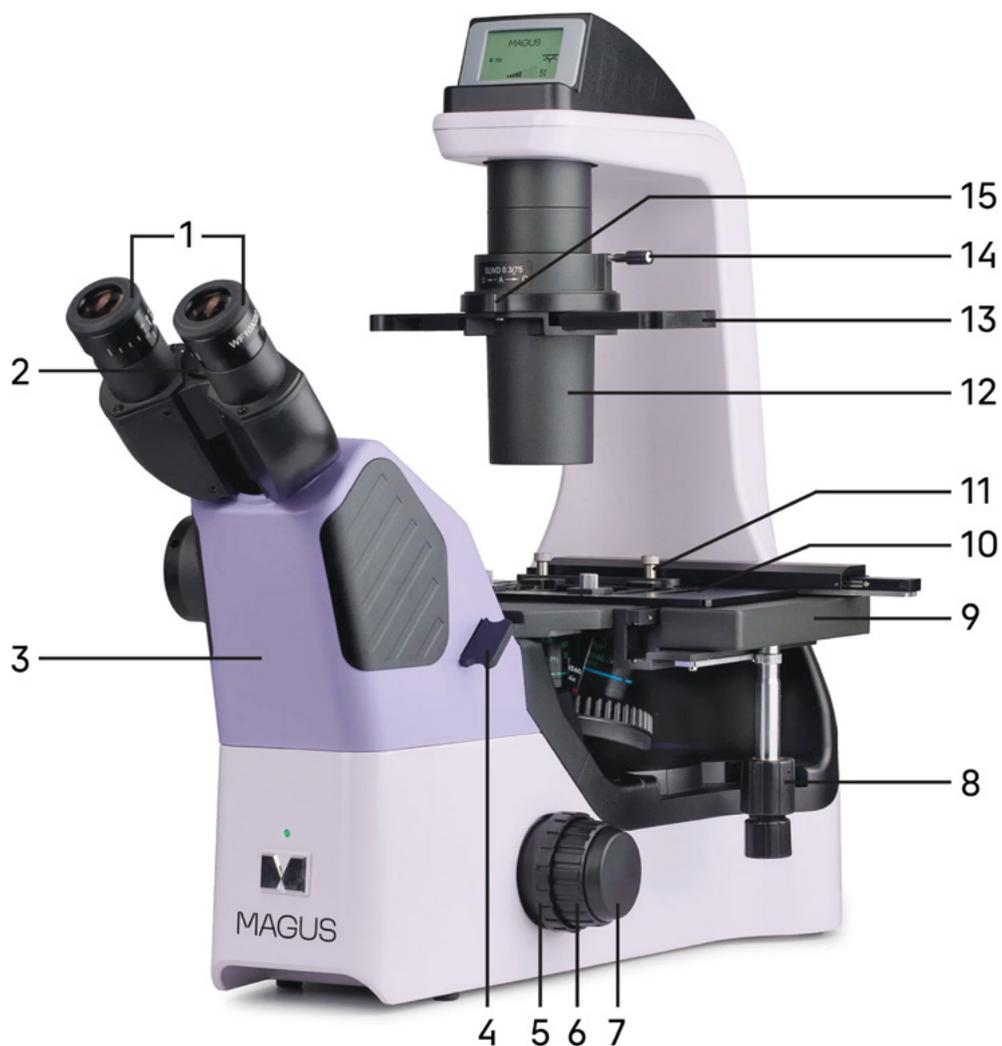
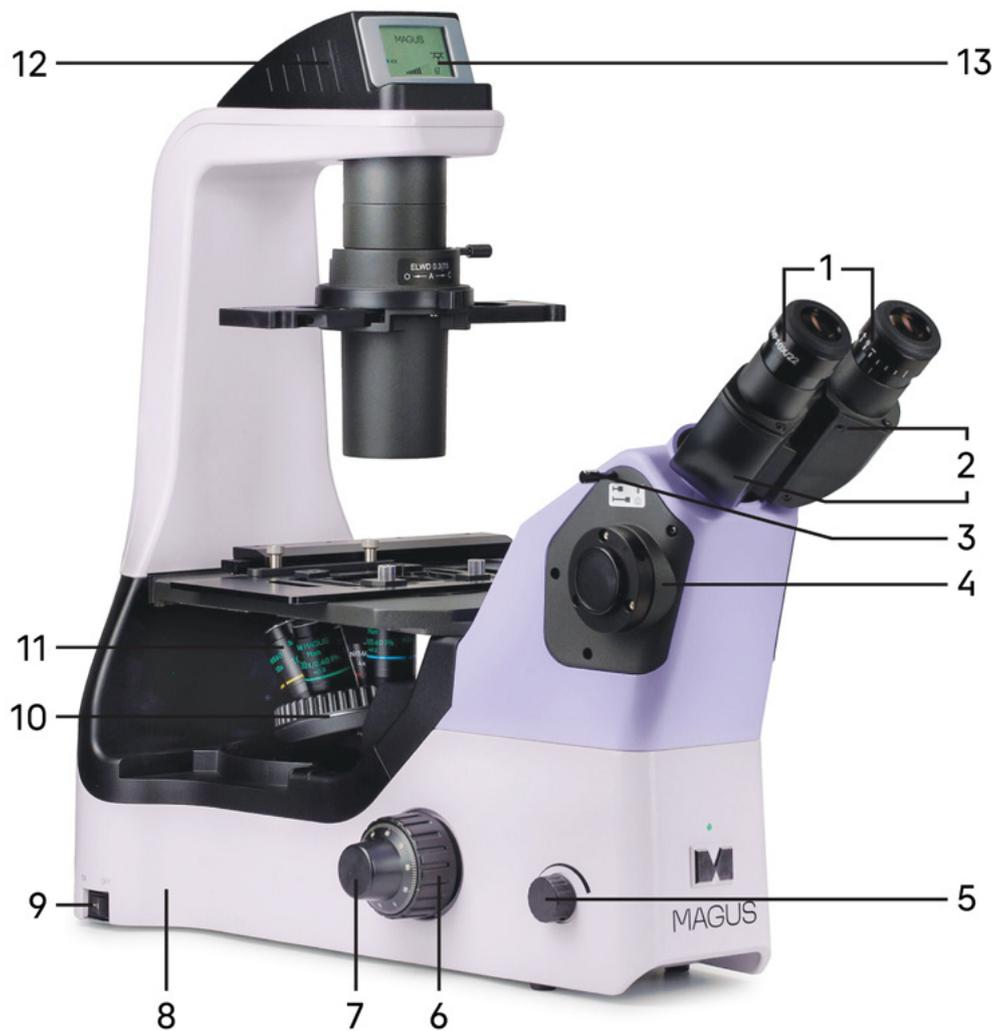

Рис. 1. Микроскоп MAGUS Bio V360. Вид справа
Рис. 2. Микроскоп MAGUS Bio V360. Вид слева
Общий вид микроскопа представлен на рис. 1 и 2.
Штатив имеет устойчивую эргономичную конструкцию. На штативе 8 (рис. 2) микроскопа закреплены:
- револьвер 10 (рис. 2) с объективами 11 (рис. 2);
- предметный столик 9 (рис. 1);
- конденсор 12 (рис. 1);
- осветитель 12 (рис. 2);
- визуальная насадка 3 (рис. 1);
- ЖК-экран 13 (рис. 1) (встроен в осветитель).
На левой боковой поверхности штатива расположены ручка управления системой освещения 5 (рис. 2) и выключатель электропитания сетевого напряжения 9 (рис. 2). В положении «←» включается, а в положении «0» выключается сетевое напряжение.
Фокусировка на объект осуществляется перемещением по высоте револьверного устройства 10 (рис. 2) с объективами 11 (рис. 2). Грубая фокусировка производится вращением коаксиальных рукояток 6 (рис. 1, 2), расположенных по обеим сторонам штатива.
Тонкая фокусировка производится вращением рукояток 7 (рис. 1, 2), расположенных по обеим сторонам штатива. Одна из ручек плоская, вторая объемная. Магнитное крепление рукояток позволяет поменять их местами для удобства пользователей – под правую и левую руки. Тонкая фокусировка требуется для более точного фокусирования на объект и для подфокусировки микроскопа на резкость изображения при смене объективов и препаратов.
Механизм регулировки жесткости хода грубой фокусировки 5 (рис. 1) – кольцо между штативом и рукояткой грубой фокусировки с правой стороны. С помощью кольца регулируется жесткость хода грубой фокусировки так, чтобы жесткость была комфортной для пользователя, но при этом револьвер с объективами не опускался самопроизвольно во время работы.
Бинокулярная визуальная насадка 3 (рис. 1) обеспечивает визуальное наблюдение изображения объекта. Насадка закреплена на штативе 8 (рис. 2). В гнездо насадки устанавливается блок окулярных тубусов 2 (рис. 2). Тубусы можно вращать вокруг оси на 360°, изменяя высоту взора для удобства пользователей разного роста.
Изменение межзрачкового расстояния в насадке осуществляется разворотом окулярных тубусов 2 (рис. 2) в пределах 48–75 мм. Значение расстояния, установленного в соответствии с глазной базой наблюдателя, отсчитывается по шкале 2 (рис. 1) на насадке.
В боковой канал визуализации 4 (рис. 2) с помощью переходника C-mount устанавливается камера (видео-окуляр). Переключение светового потока на боковой канал визуализации производится рукояткой 3 (рис. 2).
В комплект микроскопа входят окуляры 1 (рис. 1). Окуляры имеют высокое положение выходного зрачка и предназначены для работы как в очках, так и без них.
Револьверное устройство 10 (рис. 2) обеспечивает установку четырех объективов. Смена объективов производится вращением револьверного устройства за конусную рифленую поверхность до фиксированного положения.
Объективы 11 (рис. 2) рассчитаны на оптическую длину тубуса «бесконечность». Парфокальная высота объективов составляет 60 мм, линейное поле зрения в плоскости изображения – 22 мм. Объективы с увеличенным рабочим расстоянием скорректированы на толщину дна посуды 1,2 мм.
Осветитель 12 (рис. 2) неподвижно закреплен в штативе микроскопа. Источник света – светодиод 3 Вт.
Важная часть осветительной системы – конденсорное устройство. Конденсор 12 (рис. 1) закреплен на штативе. Конденсор рассчитан на работу с посудой высотой до 75 мм. При снятом конденсоре возможно проводить исследования в посуде высотой до 187 мм.
Конденсор может быть использован для наблюдения по методу светлого поля и фазового контраста, опционально – по методу рельефного контраста или модуляционного контраста Хоффмана. В конденсоре есть слот для установки слайдера фазового контраста. Фазовый слайдер 13 (рис. 1) имеет свободное отверстие и фазовую вставку для объективов.
Ирисовая апертурная диафрагма располагается под слотом для фазового слайдера. Раскрытие апертурной диафрагмы осуществляется рукояткой 15 (рис. 1). Диафрагма позволяет настроить определенную апертуру для работы с объективами светлого поля.
Предметный столик 9 (рис. 1) неподвижно закреплен на штативе. На столике установлено устройство перемещения образца в двух взаимно перпендикулярных направлениях. Перемещение осуществляется с помощью рукояток 8 (рис. 1), расположенных на одной оси.
На осветителе микроскопа установлен ЖК-экран 13 (рис. 2). Экран отображает увеличение объектива, яркость источника света, режим работы («сон», «эко», «блокировка»). С помощью экрана и ручки управления системой освещения 5 (рис. 2) кодируется револьвер, настраивается яркость, блокируется регулировка яркости, выставляется режим сна и таймер автоотключения.